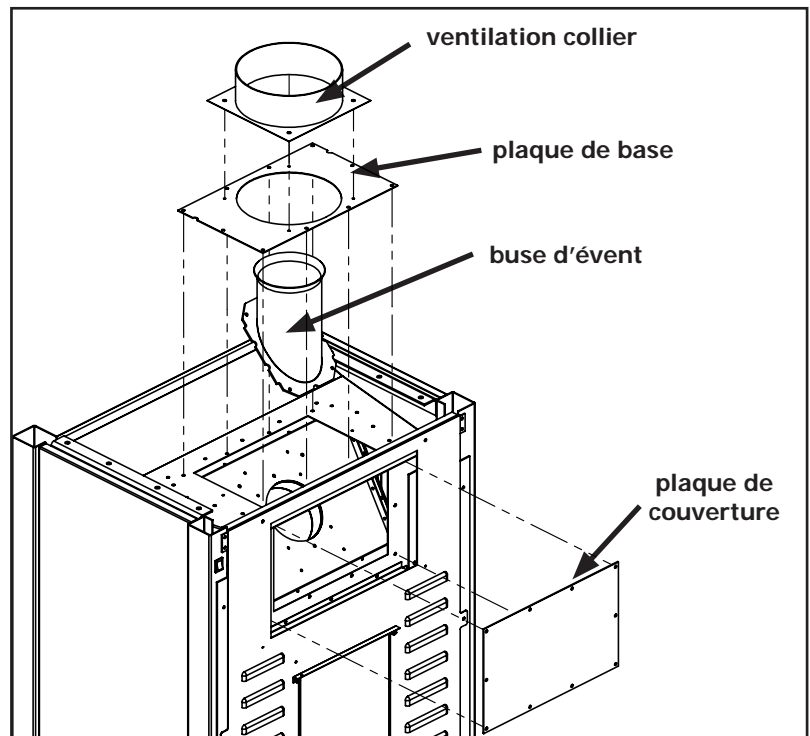

Figure 18. Conversion de ventilation - Étape 2
**Étape 2:** Ensuite, retirez l'évent collier, plaque de base, plaque de couverture et la buse d'évent (28 vis au total) comme le montre la Figure 18.